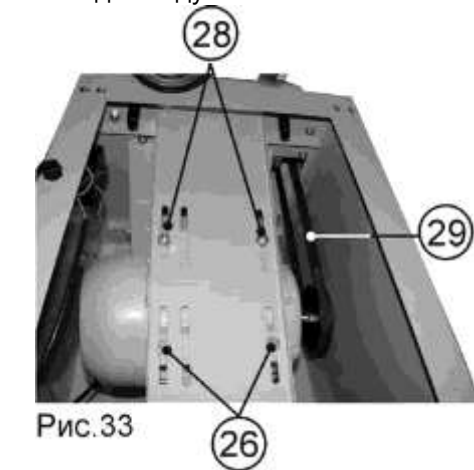

Рис.33
17.5. Замена клинового ремня (Рис. 33)